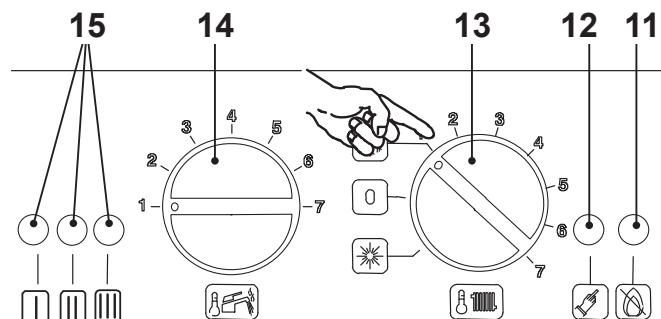

рисунок 5.43
- Подайте электрическое питание к котлу, включив биполярный выключатель, предусмотренный в установке; сигнальная лампочка 15 (рисунок 5.43) мигает каждые 2 секунды.
- Держите в нажатом положении кнопку сброса 12 (рисунок 5.43) в течение 10 секунд, лампочка блокировки 11 (рисунок 5.43) начнёт мигать.
- Для настройки режима насоса сигнальные лампочки 15 (рисунок 5.43) должны иметь вид, как показано на рисунке 5.44 (условные обозначения лампочек, рисунок 5.45).
- Если данная последовательность не будет показана, нажмите на кнопку сброса 12 (рисунок 5.43) до тех пор, пока не будет выполнен показ (3 раза).
Для показа заданной настройки держите в нажатом положении кнопку сброса 12 (рисунок 5.43), примерно, 5 секунд. Сигнальные лампочки 15 (рисунок 5.43) будут мигать столько раз, сколько было установлено (рисунок 5.46).
- Для изменения настройки поверните ручку регулировки температуры санитарного оборудования 8 (рисунок 5.43) и поставьте её на выбранный способ (рисунок 5.46) (на рисунке примера ручка была настроена на режим термостата среды), сигнальная лампочка блокировки 11 (рисунок 5.43) начнёт быстро мигать.
- Для внесения в память настройки держите в нажатом состоянии кнопку сброса 12 (рисунок 5.43), примерно, 5 секунд, все сигнальные лампочки 15 (рисунок 5.43) начнут одновременно мигать, как показано на рисунке 5.47 (условные обозначения лампочек, рисунок 5.45).
- Если данная последовательность не будет показана, нажимайте на кнопку сброса 12 (рисунок 5.43) до тех пор, пока не будет выполнен показ (1 раз).
Для изменения настройки поверните ручку регулировки температуры санитарного оборудования 14 (рисунок 5.43) и поставьте её на выбранное время (рисунок 5.50) (на рисунке примера ручка была настроена на постциркуляцию в 1 минуту), сигнальная лампочка блокировки 11 (рисунок 5.43) начнёт быстро мигать.
- Для настройки времени постциркуляции насоса сигнальные лампочки 15 (рисунок 5.43) должны иметь вид, как показано на рисунке 5.49 (условные обозначения лампочек, рисунок 5.45).